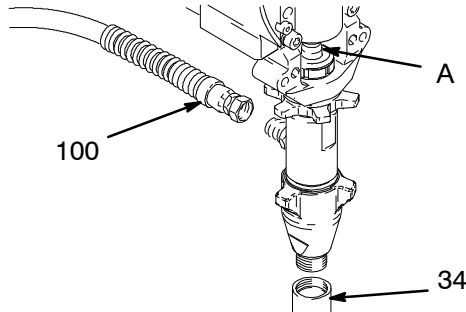

Fig. 15
3. Fig. 15. Amener la tige de piston de la pompe (A) en fin de course basse.
4. Fig. 15. Dévisser le tube d'aspiration (34) et le flexible (100) de la pompe.